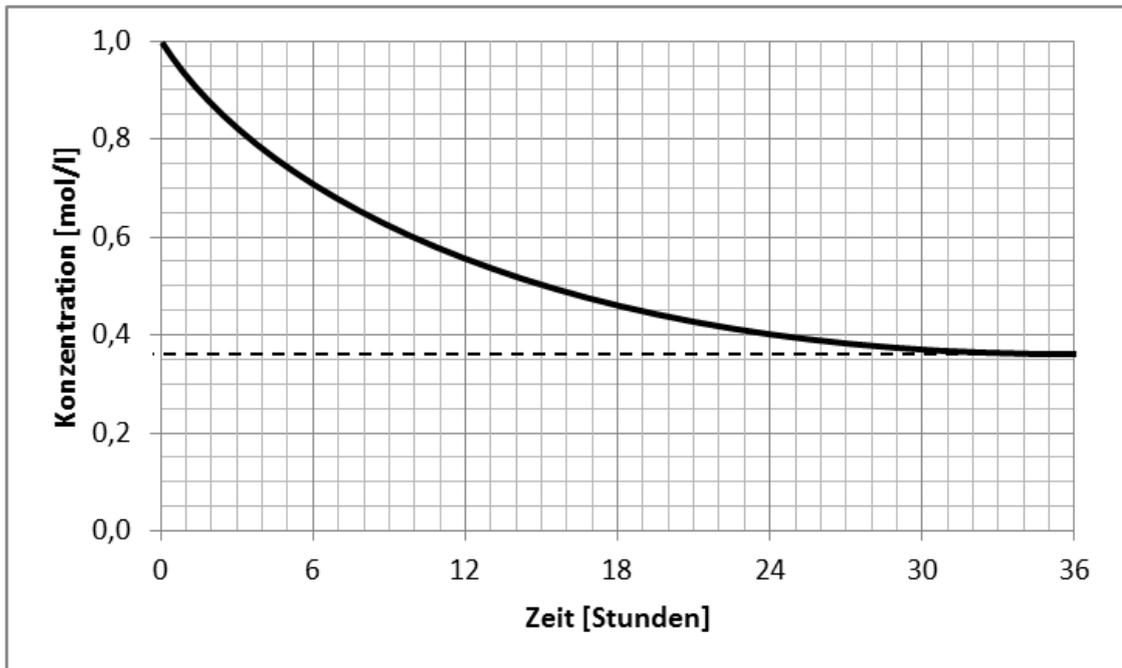

Abb. 1: Veränderung der Konzentration an  $\alpha$ -D-Glucose in wässriger Lösung1
- 2.2 Die Ermittlung von Reaktionsgeschwindigkeiten liefert wertvolle Hinweise auf den Reaktionsmechanismus und die Aktivierungsenergie. Bestimmen Sie mithilfe von Abbildung 1 die mittlere Reaktionsgeschwindigkeit während der ersten 24 Stunden des Experiments sowie die momentane Reaktionsgeschwindigkeit zum Zeitpunkt  $t = 3$  h! [8 BE]